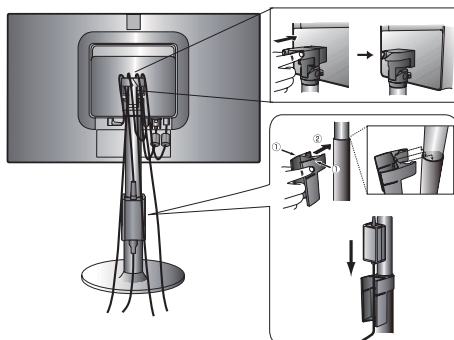

Figure B.2
5. Placez le support de l'adaptateur secteur et celui de câble sur le socle (**Figure B.2**).
6. Insérez le câble de signal vidéo et l'adaptateur secteur dans les trous du support de câble, comme illustré par les **Figures B.2/B.3**. Insérez l'adaptateur secteur dans les trous du support, comme illustré par la **Figure B.2**.